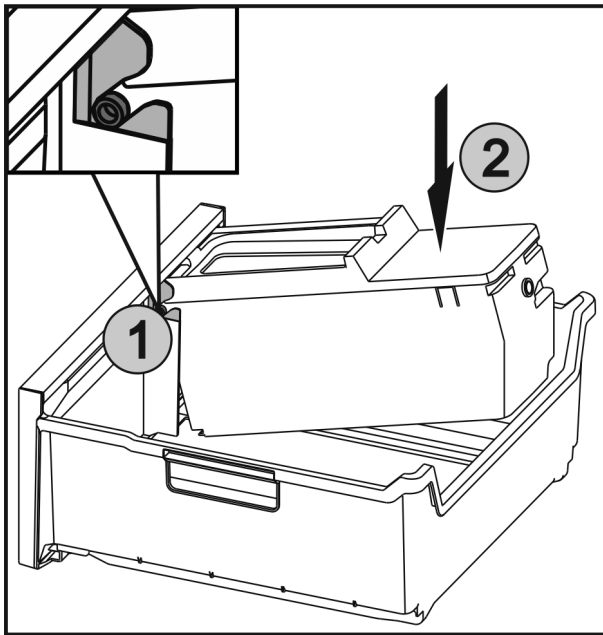

Fig. 59
- Inserire gli assi Fig. 59 (1) di EasyTwist-Ice nelle guide e premere la parte posteriore Fig. 59 (2) finché la linguetta non si innesta.